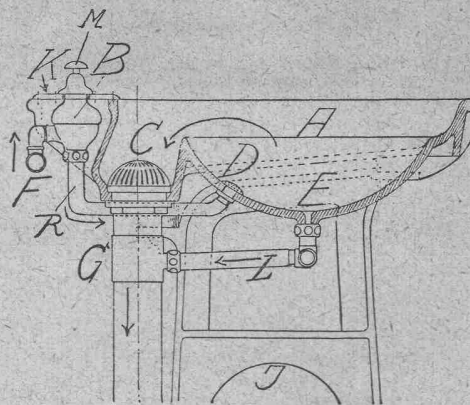

Fig. P 846
b) Bei Adsella-Reihenwaschtischen Fig. P 848 u. P 849, mit Adsella-Zuflußvorrichtung Fig. P 846 (Siehe oben):
„ „ b) Adsella-Reihenwaschtischen mit Adsella-Zuflußvorrichtung Fig. P 846 **„ 27.—**